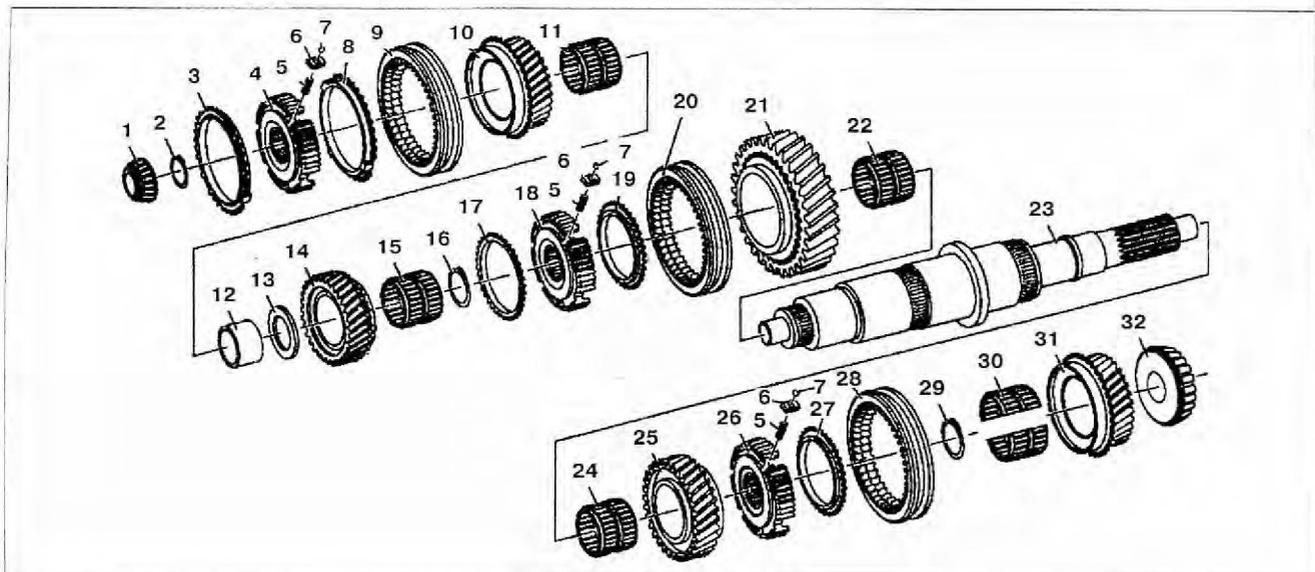

Рис. 4.62. Вторичный вал:
2. Снимите конусное кольцо 3 синхронизатора (рис. 4.62).